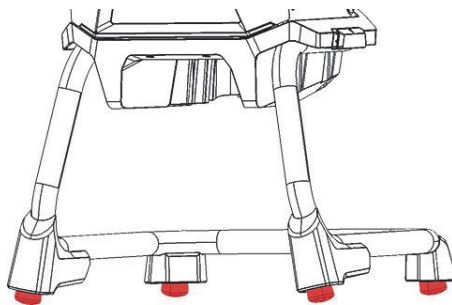

图 B-9 工作站的水平调节脚
5. 如果需要，利用水平调节脚稳固住工作站（参见第120页的图 B-9）。